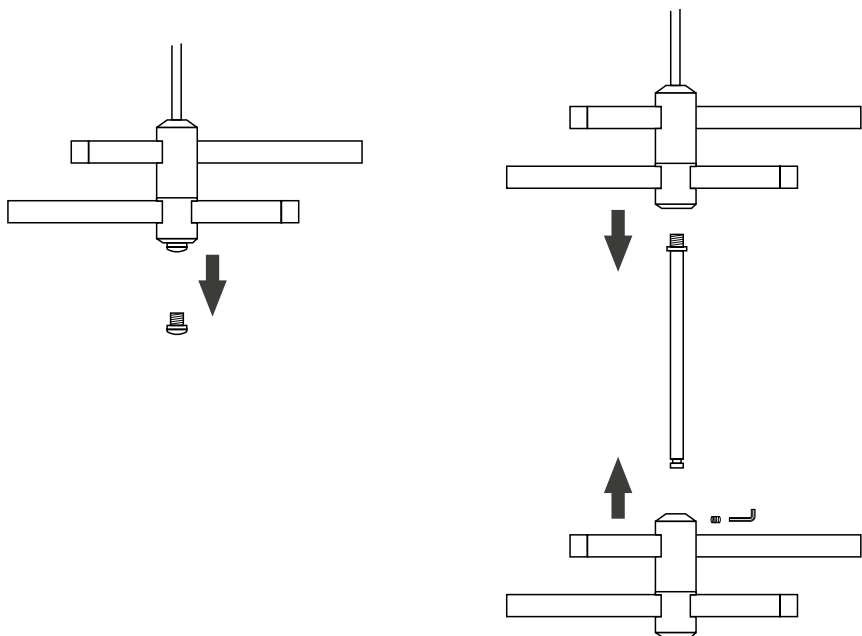

Рис. 10. Механическое соединение шинопроводов в параллельных плоскостях при помощи жесткого коннектора ART-APRIORI-CON-ROD-E
5.4. Механическое соединение шинопроводов в параллельных плоскостях показано на рис. 10.